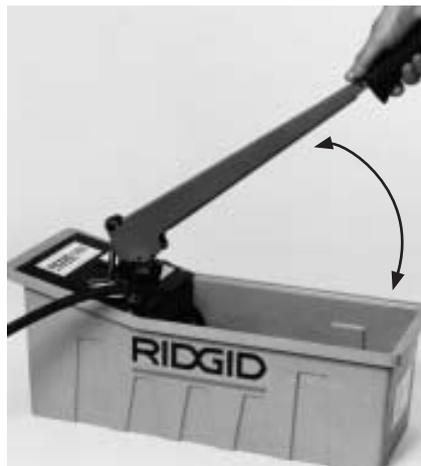

Рис. 2
3. Закачать жидкость в систему, чтобы полностью заполнить ее (рис. 2). (Для заполнения системы использовать длинный рабочий ход рукоятки насоса).